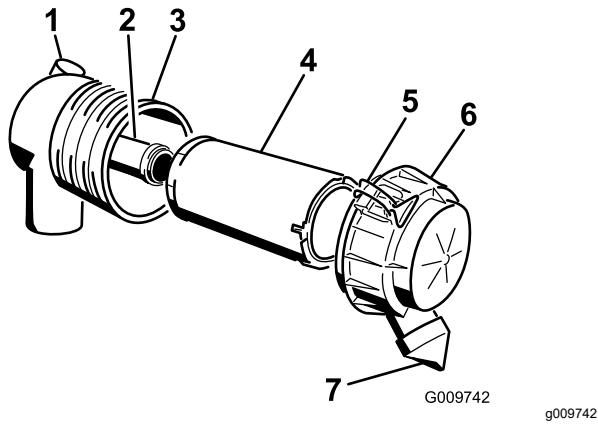

図 37
1. 次フィルタをゆっくり引き抜くようにしてエアクリーナーのボディーから外す図 37。
4. 安全フィルタを交換する場合には、十分に注意しながら、フィルタのボディに挿入する図 37。
6. 上下方向を確認、UPと書いてある方を上に向けてエアクリーナカバーを正しく取り付け、ラッチを掛ける図 37。